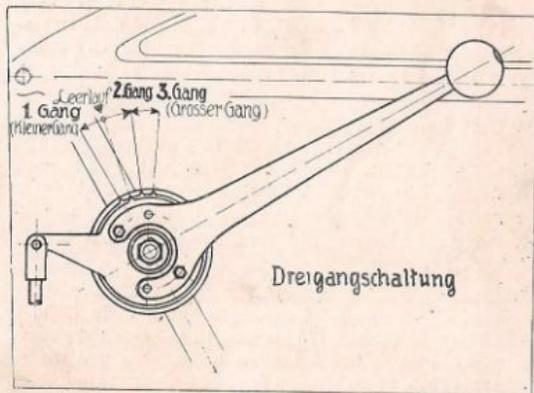

Abbildung 15.
2. Schallhebel am Tank auf „0“ = Leerlauf stellen. (Burmangetriebe.) (Sturmey-Archer-Getriebe s. Abb. 15.)
11. Ersten Gang (1) einschalten. (Burman.) Bei Sturmey-Archer wird der Schallhebel hochgezogen, sodaß er in Raste 1 einspringt. (S. Abb. 15.) Hierbei ist mit dem Kupplungshebel einen kleinen Augenblick nachzugeben und wieder anzuziehen, damit sich das Zahnradgetriebe zur Aufnahme der Gangwahl einstellen kann.